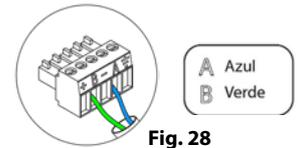

Fig. 28
Para la conexión al bus de conexión Airzone de la central ^⑥ dispone de 1 borna de 5 pines. Fije los cables con los tornillos de la borna respetando el código de colores (Fig. 28).